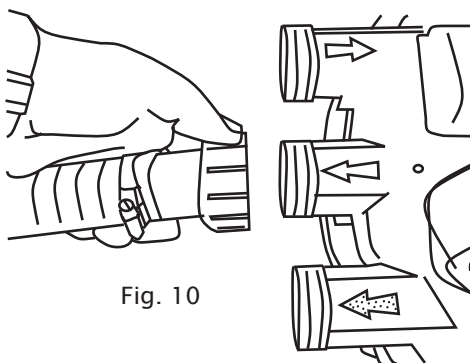

Fig. 10
14. Depois de concluído, rosqueie o adaptador na saída do filtro, identificada com a seta apontando para fora do filtro (centro), e o segundo na entrada, identificada com a seta apontando para o filtro (esquerda). Fig. 10